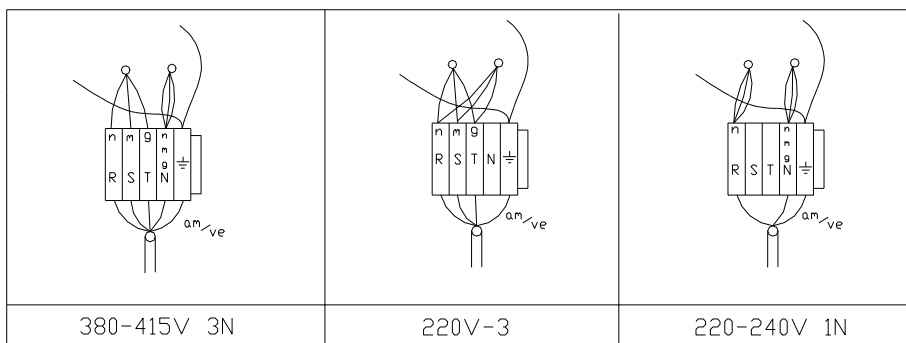

Fig. 5
- Pasar el cable manguera por el prensa-estopas indicado en el punto E del aparato y conectar en la regleta de conexiones (Fig. 5).
- Passer le câble-gaine sur le presse-étoupe indiqué sur le point E de l'appareil et raccorder la réglette de raccordement électrique (Fig. 5).